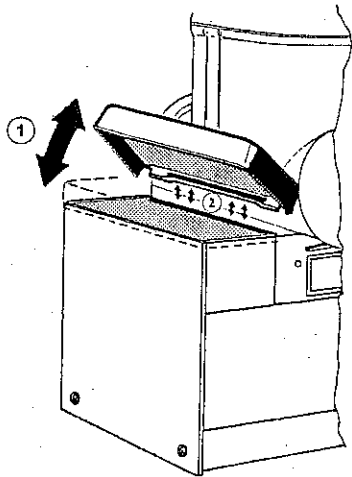

Fig. 6
2. Model FBM 1P: Tag sidebakken af ved at løfte dens udvendige side op og af krognen på den modsatte side (se fig. 6).
8. På model FBM 1P monteres sidebakken i omvendt rækkefølge af det i pkt. 5.3.1.2 beskrevne (se fig. 6).